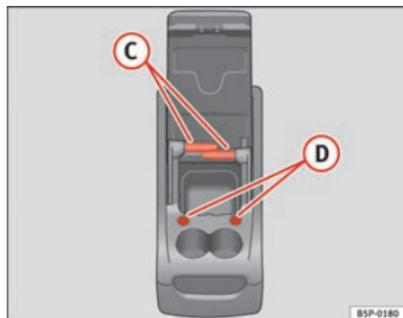

Fig. 114 Rangement mobile. Fonctions
Pour utiliser la tablette (C) ⇒ fig. 114, il faut l'extraire de son logement sur le côté du rangement mobile et la placer dans son logement (D) ⇒ fig. 114 sur la partie frontale du rangement mobile.